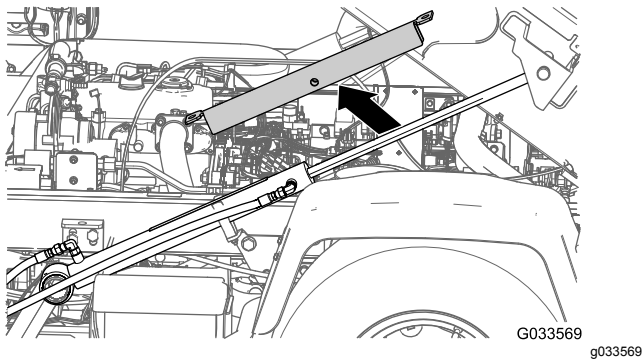
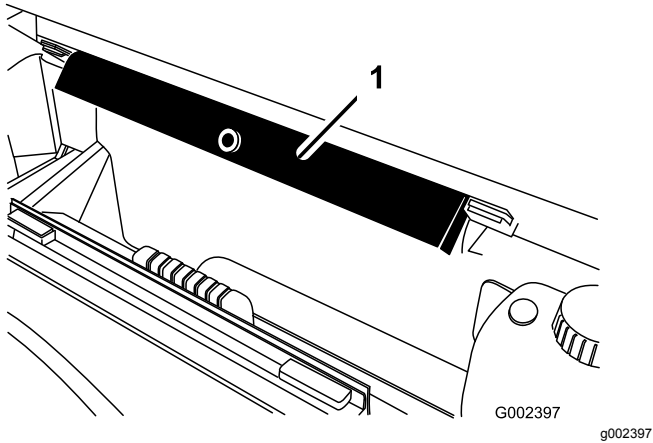

Figure 34
Figure 35
- Retirez la béquille de plateau du vérin de levage et rangez-la dans les supports de rangement à l'arrière du panneau du ROPS (Figure 34 et Figure 35).